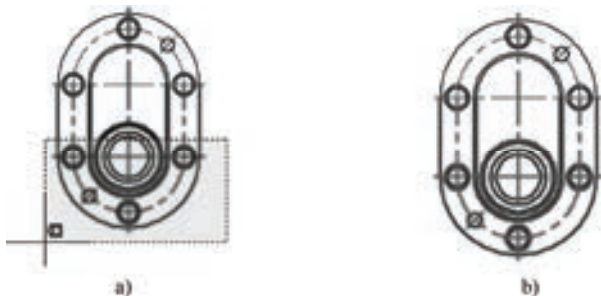

图 4-2 “窗交”对象选择方式
(3) 上一个(L) 在“选择对象:”提示下输入“L”后，按〈Enter〉键，系统会自动选取最后绘出的一个对象。
(4) 窗交(C) 该方式与上述“窗口”方式类似，区别在于，它不但选中矩形窗口内部的对象，也选中与矩形窗口边界相交的对象。选择的对象如图 4-2 所示。